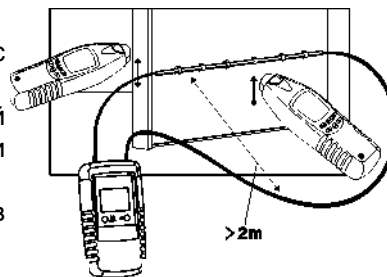

Рисунок 14
- Подключите передатчик в соответствии с Рис. 14.